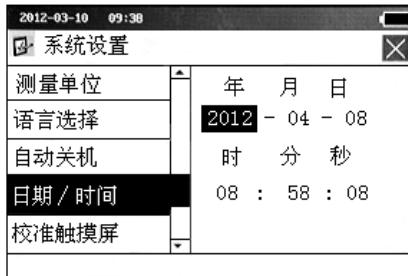

图 2-21 设置 日期 / 时间
- ◆ 点按屏幕中“日期 / 时间”进入日期 / 时间设置（见图 2-21），也可按 $\uparrow\text{-Ra...}$ $\downarrow\text{-PRINT}$ 选择“日期 / 时间”，再按 \leftarrow 进入日期 / 时间设置。